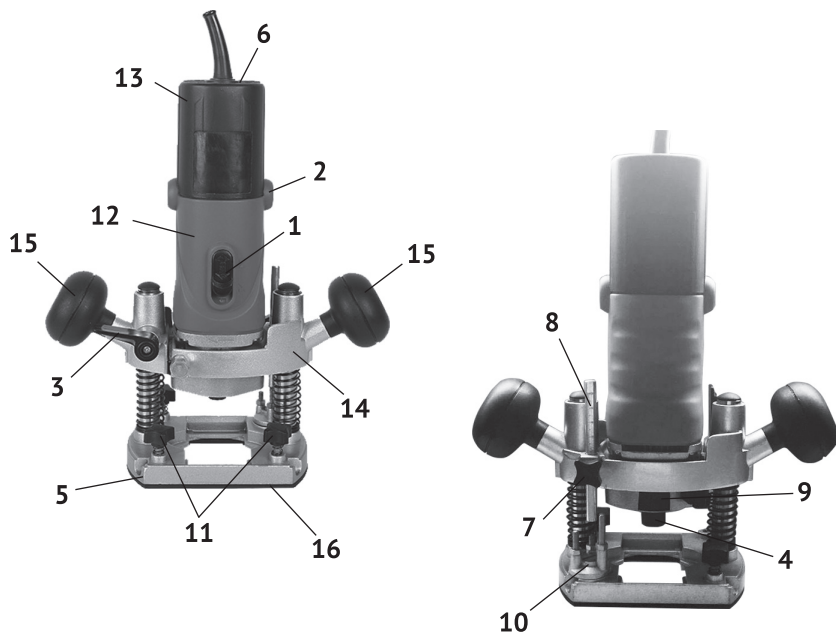
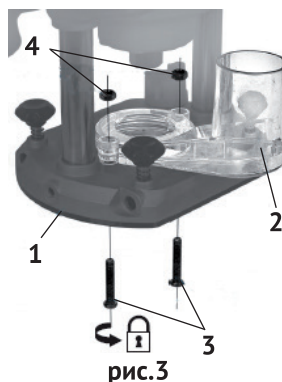

рис.1
рис.3
1.4.1 Общий вид фрезера представлен на рис. 1
1.4.2 Расположенный вертикально двигатель фрезера с цанговым патроном (рис.1 поз.4) закрыт пластиковым корпусом (рис.1 поз.12), закреплённом на суппорте (рис.1 поз.14). Суппорт перемещается в вертикальной плоскости по двум направляющим трубкам, закреплённым на опорной плите (рис.1 поз.5). Вертикальный ход суппорта обеспечивает глубину фрезерования заготовок
до 30 мм. Фиксация суппорта в нужном положении осуществляется рычагом (рис.1 поз.3). Контроль глубины обработки обеспечивают скользящий стержень-ограничитель глубины (рис.1 поз.8) и упор ступенчатый (рис.1 поз.10) револьверного типа. Подача суппорта (вниз) для фрезерования осуществляется нажатием на рукоятки инструмента (после разблокировки рычага рис.1 поз.3). Обратный ход суппорта обеспечивают пружины, расположенные снаружи направляющих трубок. Горизонтальное перемещение инструмента обеспечивает скольжение пластиковой подошвы (рис.1 поз.16), закреплённой внизу опорной плиты, по поверхности заготовки.
На крышке корпуса фрезера (рис.1 поз.13) расположен диск регулятора оборотов двигателя (рис.1 поз.6). На нём нанесены символы: 1, 2, 3, 4, 5, 6, для установки скорости вращения шпинделя с фрезой.
Запуск двигателя осуществляется смещением ползунка выключателя (рис.1 поз.1) вниз из позиции «0» - выключено в позицию «I» - включено. Отпущенный ползунок пружиной возвращается в исходное положение - двигатель выключается. Для продолжительной работы, после смещения ползунка вниз, утопив его нижнюю часть в положении «I», он фиксируется в рабочем положении. При повторном нажатии на нижнюю часть ползунка, он возвращается в исходное положение «0» - выключено, двигатель выключается.
На суппорте (рис.1 поз.14) стрелкой указано направление вращения фрезы.
- расфиксировать рычаг вертикального положения (рис.1 поз.3) для того, чтобы максимально увеличить рабочее расстояние между суппортом и опорной плитой (рис.3 поз.1);
- отцентрировать отверстия на патрубке пылеотвода (рис.3 поз.2) относительно отверстий опорной плиты;
- зафиксировать положение патрубка при помощи винтов (рис.3 поз.3) и гаек (рис.3 поз.4).
- установить опорную плиту (рис.1 поз.5) фрезера на заготовку;
- ослабить винт фиксации (рис.1 поз.7) ограничителя глубины и рычаг фиксации (рис.1 поз.3) вертикального положения суппорта;
- зафиксировать рычагом (рис.1 поз.3) положение суппорта;
- подвести скользящий стержень ограничителя глубины (рис.1 поз.8) к ступенчатому упору (рис.1 поз.10) так, чтобы он касался нижней ступеньки (при необходимости повернуть револьверный упор);
- ослабить винт (рис.1 поз.7) и поднять вверх стержень ограничителя глубины, пока показание на его линейке не достигнут значения (на верхней плоскости фланца), при котором, разность между ним и предыдущим значением не будет равна нужной глубине обработки (например: первое значение – 15 мм, второе – 45 мм, $45 - 15 = 30$ мм, 30 мм – нужная глубина фрезерования);
- выставить концевой (револьверный) упор (рис.1 поз.10) таким образом, чтобы ограничитель глубины располагался над верхней ступенью упора;
Значение скорости вращения рабочей фрезы изменяется с помощью диска регулятора оборотов двигателя (рис.1 поз.6).
- расфиксировать рычаг вертикального положения (рис.1 поз.3) для того, чтобы максимально увеличить рабочее расстояние между суппортом и опорной плитой (рис.7 поз.1);